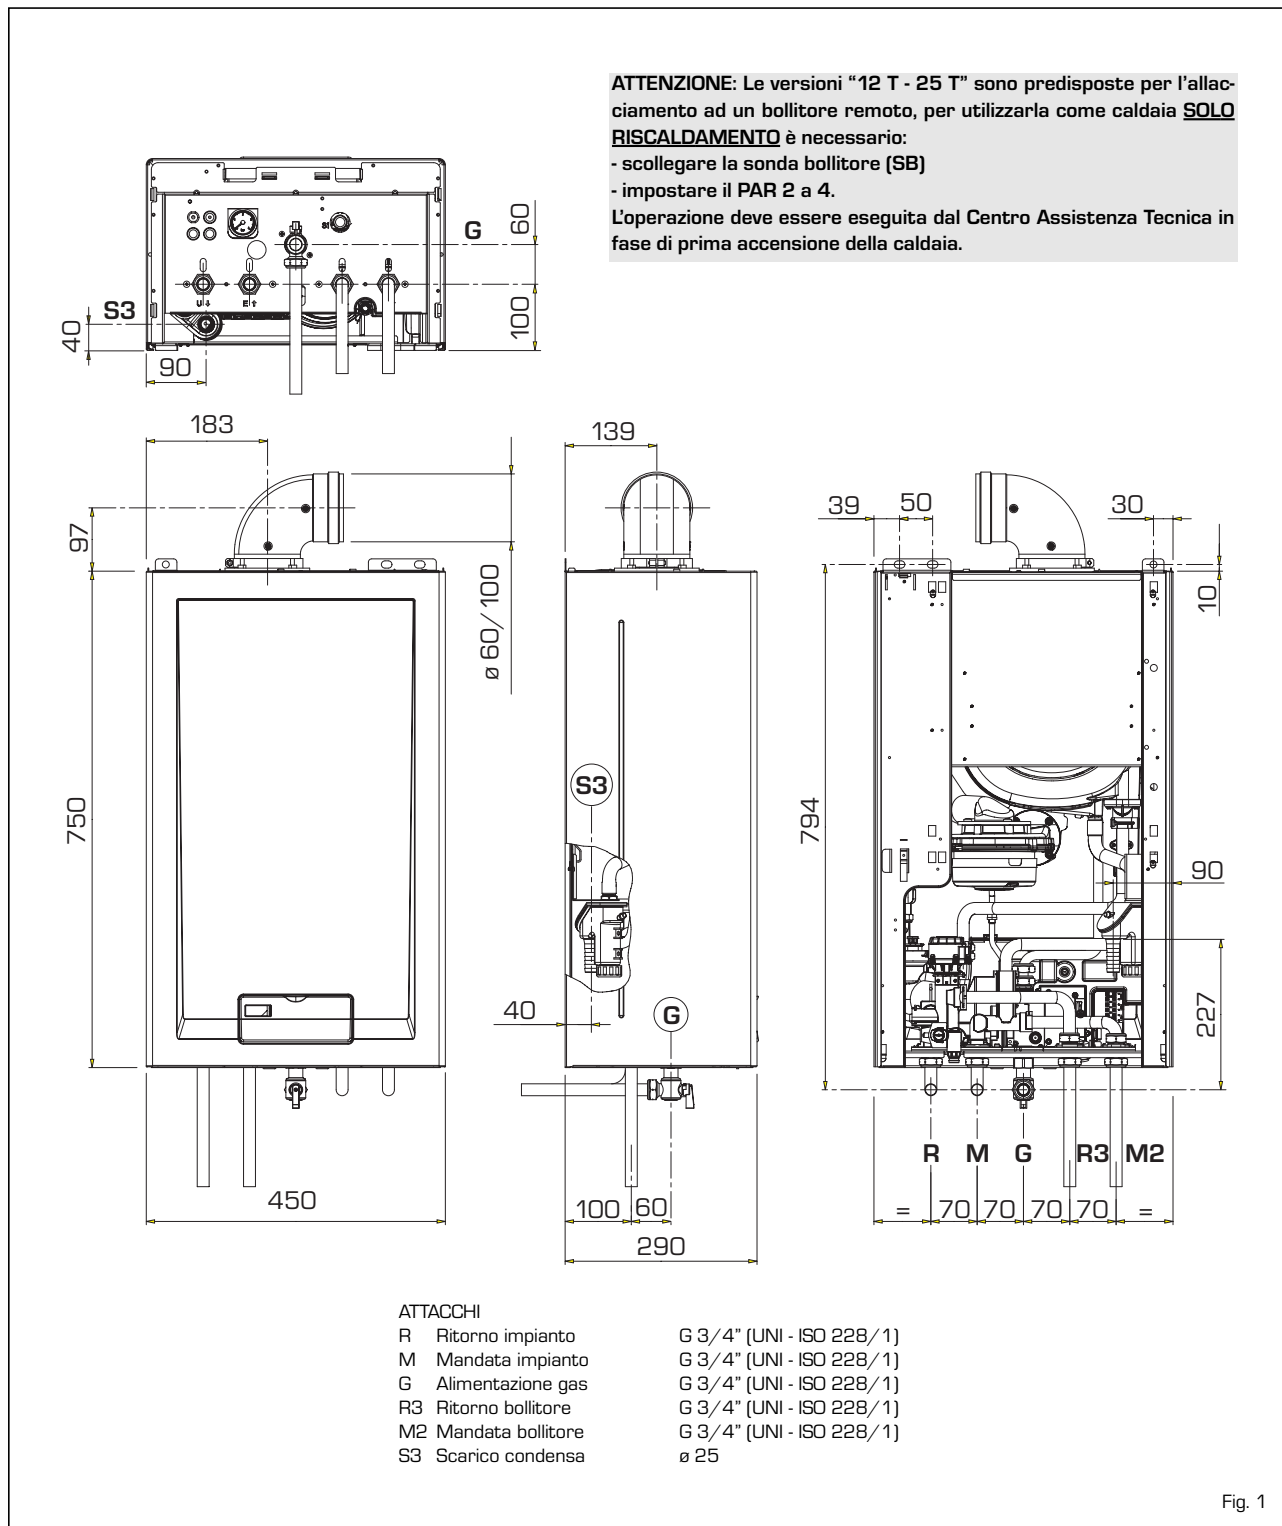

Fig. 1
1.2.1 Brava DGT HE 12 T - 25 T (fig. 1)
1.2.2 Brava DGT HE 25-30-35 (fig. 1/a)